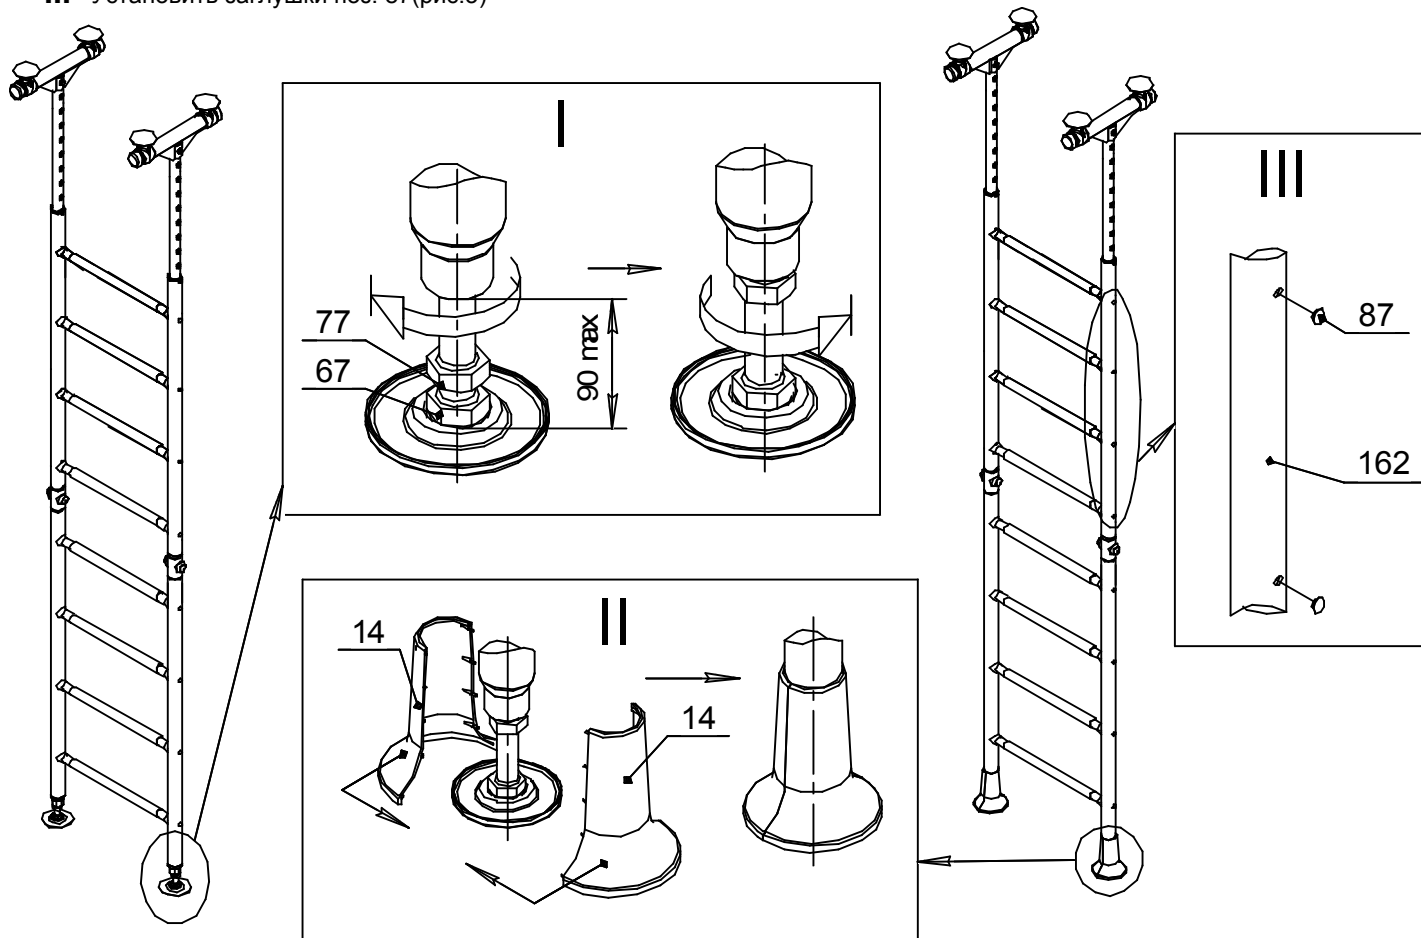

Рис.5
- III- Установить заглушки поз. 87(рис.5)